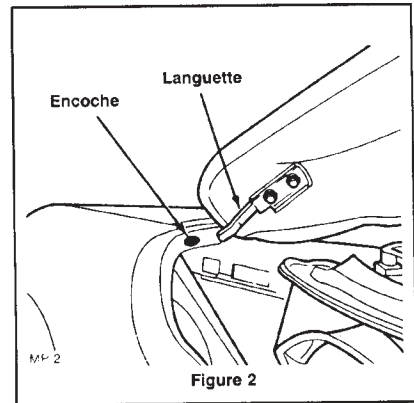

Figure 2
4. Tournez la partie avant du couvercle vers le centre du véhicule pour exposer la languette située à l'arrière du couvercle (Figure 2). Insérez cette languette dans l'encoche pratiquée sur le bord avant du compartiment et poussez vers l'arrière.
2. Tirez le levier de verrouillage vers l'avant (Figure 2), soulevez la patte de fixation hors de la cavité et relâchez le levier de verrouillage.